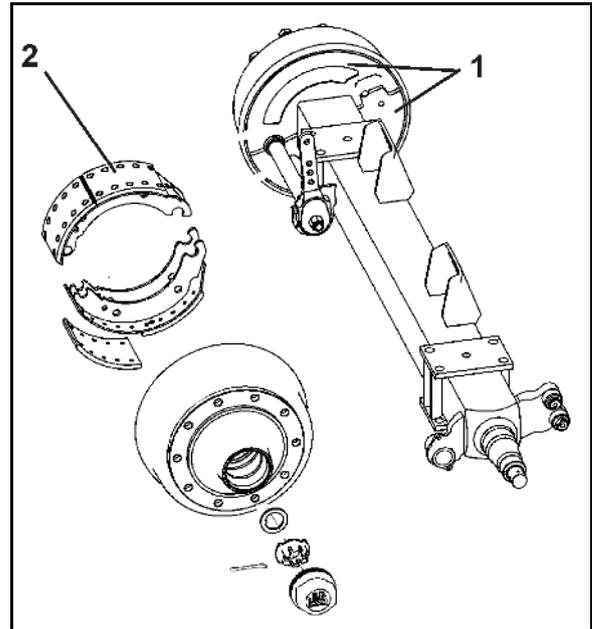

Fig. 76
1. Zum Prüfen des Radnaben-Lagerspiels Achse anheben, bis die Reifen frei sind (Fig. 76).